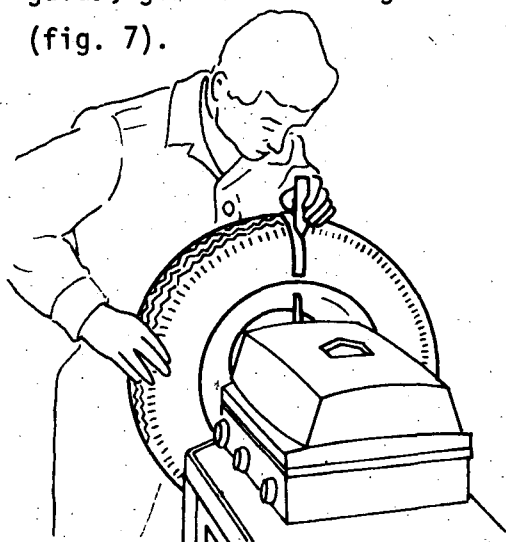

Fig. 6
- b Faça uma marca com giz no pneu, no ponto indicado pela máquina (fig. 6).